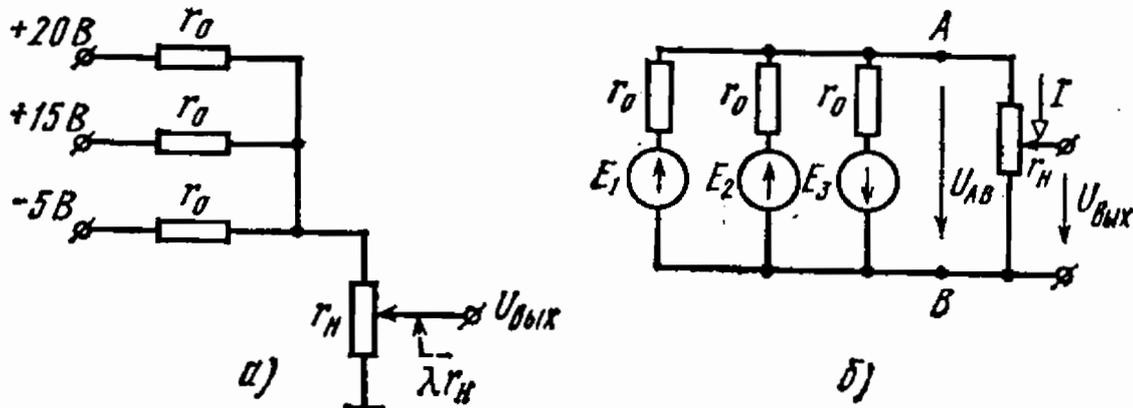

Рис. 1.43
1.43. Определить зависимость величины выходного напряжения линейного потенциометра от положения подвижного контакта (рис. 1.43, а), если $\beta = 0,5$ ($r_{\text{н}} = \beta r_0$), а сопротивление потенциометра $r_0 = 2$ кОм.
Ответ. Кривая $U_{\text{вых}}(\lambda)$ построена на рис. 1.43, б.